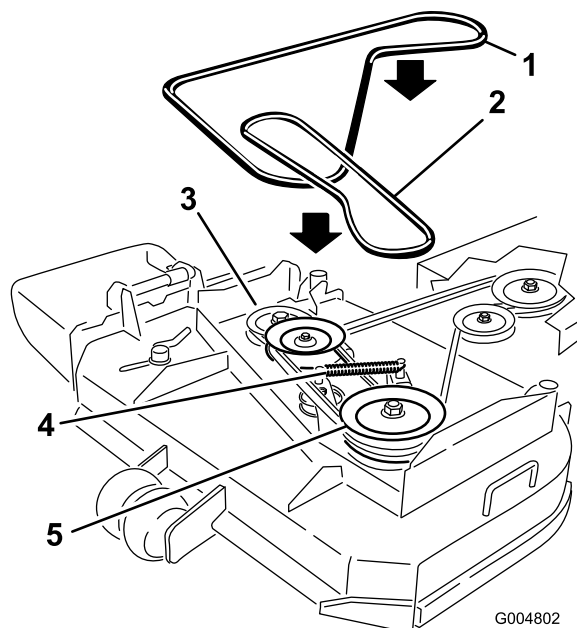

Figure 38
6. Décrochez le ressort du bras de la poulie de tension pour réduire la tension sur le bras et la poulie de tension, puis enlevez la courroie usagée (Figure 38).
7. Placez une courroie neuve autour des deux poulies d'axe extérieures, de la poulie de tension et dans la gorge inférieure de la poulie d'axe double (Figure 38).
8. Raccrochez le ressort du bras de tension (Figure 38).
10. Réglez l'écartement entre le guide et la courroie à 3 mm (Figure 38).